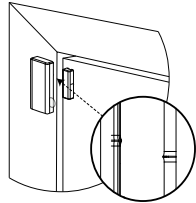

Figura 3: Device and magnet position on door and door frame
da janela em si, alinhadas de acordo com as mar-cações de local. Veja a Figura 3.
3. Aparafuse a base do ímã na porta, alinhando-a com o receptor. Veja a Figura 3.